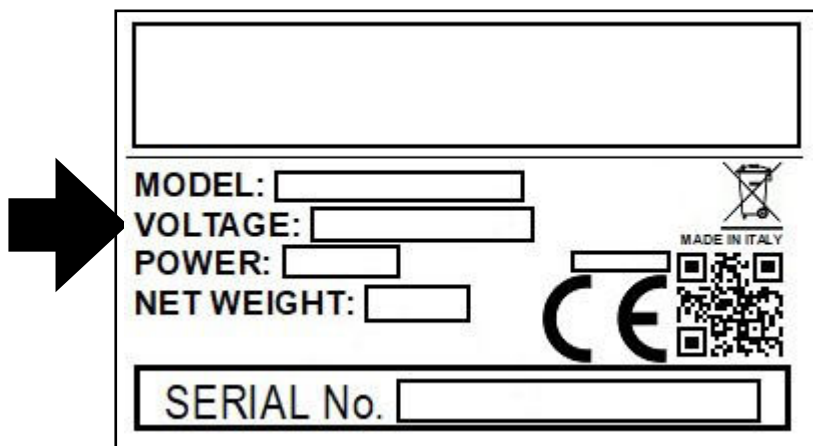

Fig. 1
- Accertarsi preventivamente che la tensione indicata sulla targhetta di identificazione della macchina sia la stessa della Vs. rete (**Fig. 1**).